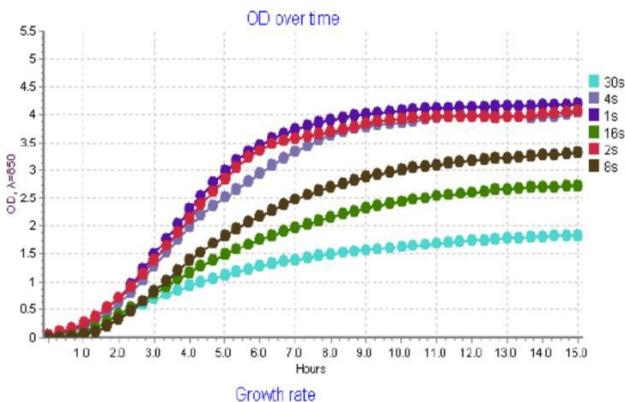
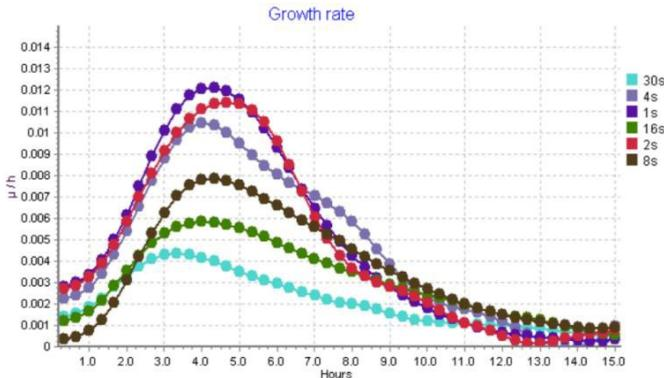

Рисунок 5. Влияние интервала реверсивного вращения на динамику роста ($\Delta OD_{\lambda=850} / \Delta t$) по отношению к времени ферментации (ч).
Рисунок 6. Влияние интервала реверсивного вращения на скорость роста ($\Delta OD_{\lambda=850}$ $nm/\Delta t$) по отношению к времени ферментации (τ)
Известно, что аэрация влияет на рост и скорость роста аэробных микроорганизмов. Интервал реверсивного вращения влияет на скорость поступления кислорода в пробу. Полученные результаты указывают на то, что максимальная скорость деления клеток отмечается при интервале 1 реверсивное вращение в секунду (1 c^{-1}), при скорости 2000 об/мин. Увеличение пауз между реверсивными вращениями ведет к снижению скорости роста клеток, достигая 50% от максимального значения, когда интервал реверсивного вращения равна 30 c^{-1} (см. рис. 5 и рис. 6.).
- 8.2.1. Описание эксперимента (рис. 5): Применялось устройство регистрации роста клеток в режиме реального времени RTS-1 / RTS-1C со светодиодом с длиной волны 850 нм; используемый микроорганизм: Escherichia Coli BL21; объем среды Лурия-Бертани в пробирке Falcon емкостью 50 мл составляет приблизительно 15 мл; интервал реверсивного вращения (RSI) 1, 2, 4, 8, 16, 30 c^{-1} ; частота измерений (MF) составляет приблизительно 10 мин^{-1} ; скорость вращения реактора 2000 об/мин; температура 37°C; диаметр пор фильтра (для аэрации) 0,25 мкм.